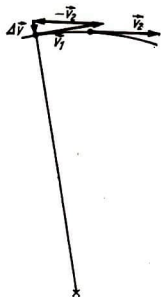

Bild 75
2.47 Der Beschleunigungsvektor hat die Richtung des Vektors der Geschwindigkeitsänderung. Wir bilden grafisch die Differenz der Geschwindigkeitsvektoren in zwei benachbarten Punkten. Diese Differenz ist der Vektor der Geschwindigkeitsänderung (Bild 75). Der Beschleunigungsvektor  $\alpha = \Delta v / \Delta t$  zeigt zum Mittelpunkt der Kreisbahn.